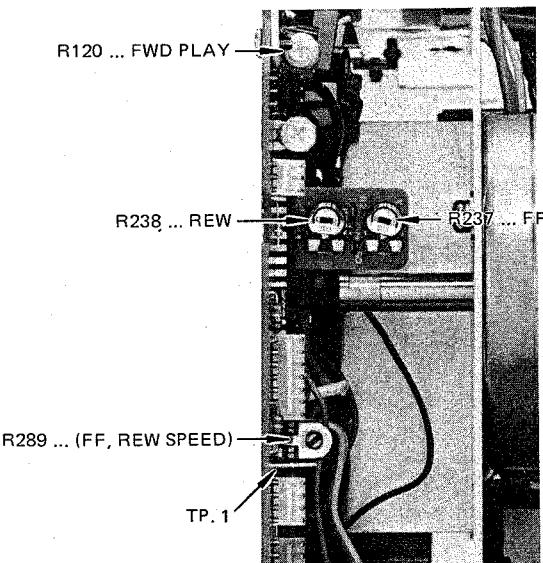
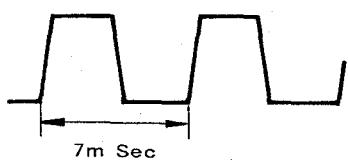

図5 テープ・テンション調整個所
図7 TP.1 の波形
- (1) パワー/サーボ基板のTP.1(図5 参照)にオシロスコープを接続する。
- (2) デッキをFFモード又はREWモードにする。
- (3) TP. 1の波形の波長が 7 m sec になるようにR289(図5 参照)を調整する.....図7
- (4) FFとREWで大きな差がないことを確認する。